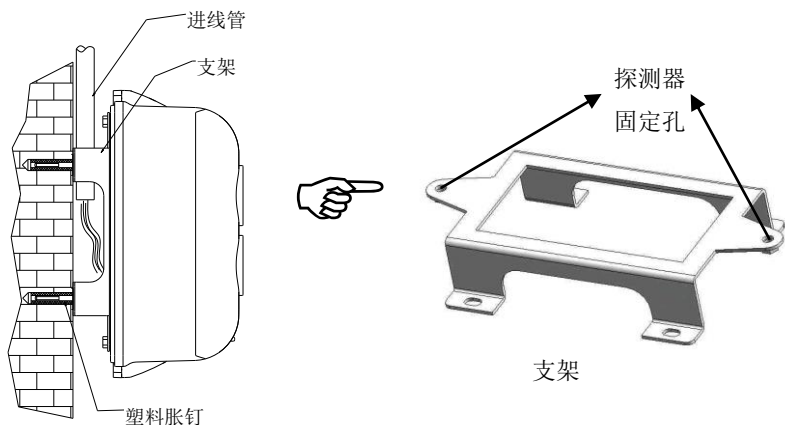

图 10 穿线管明装安装示意图
(2) 穿线管明装
- e. 用两只 M4 $\times$ 10 螺钉及两个平垫圈将探测器底盘固定在支架上。安装示意图如图 10 所示。